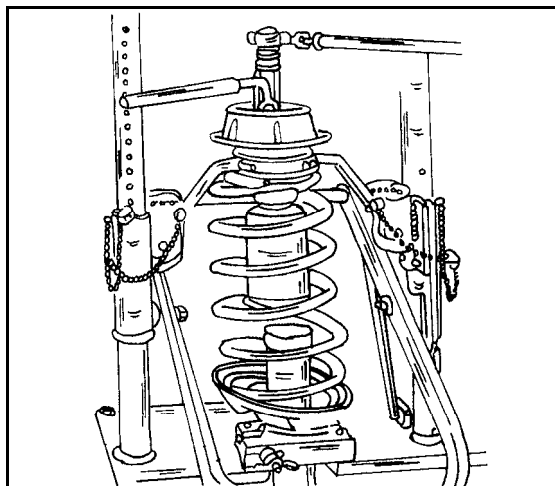

Bild 275
- Mit einem geeigneten Federspanner die Feder zusammenspannen, bis alle Spannung aufgehoben ist. In Bild 275 kann man sehen, auf welchem Prinzip ein solcher Federspanner arbeitet. Falls ein solches Gerät nicht zur Verfügung steht, kann man die Feder mit zwei Spannhaken zusammenspannen. Werkzeug-Ausleihstationen führen diese, so dass man sie sich ausleihen kann. Wichtig ist, dass die benutzten Spannhaken kräftig genug sind, um die Spannung der Feder auszuhalten.
- Feder zusammenspannen, wie es in Bild 275 gezeigt ist und das Ganze auf das Federbein aufsetzen.